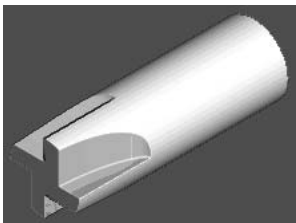

图 4-75 仿真加工结果 3
4) 选择下拉菜单“查看”→“工具栏”→“ViewMill”命令, 显示出“ViewMill”工具栏, 并单击“开/关 ViewMill”按钮, 切换到仿真界面, 然后单击“彩虹阴影图像”按钮。在“仿真”工具栏的“当前刀具路径”下拉列表中选择要模拟的刀具路径, 然后单击“执行”按钮, 系统开始自动仿真加工, 仿真加工结果如图 4-75 所示。单击“ViewMill”工具栏上的“退出 ViewMill”按钮, 删除仿真加工, 并返回 PowerMILL 界面。